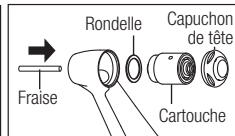

Fig. 21
- ⑥ Utilisez la fraise pour pousser légèrement la cartouche et la rondelle de la tête de la pièce à main (Fig. 21).